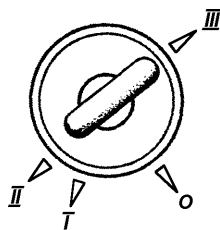

Рис. 3.4. Положение ключа в выключателе зажигания (наименование позиций см. в тексте)
36 -выключатель зажигания (УАЗ-315143, УАЗ-315148 - выключатель пуска двигателя) (рис. 3.4). Выключатель замка зажигания закреплен на рулевой колонке болтами с отрывной головкой для предотвращения демонтажа замка зажигания с противоугонным устройством обычными ключами. На заводе головки болтов не отрываются с целью сохранения возможности снятия замка с рулевой колонки в предпродажный период. Потребитель должен сам принять решение о необходимости отрыва головок болтов.
После включения зажигания (см. рис. 3.4) контрольная лампа I (см. рис. 3.1) включения иммобилайзера загорается на 1,5 секунды в тестовом режиме. Затем, до пуска двигателя сигнализатор индицирует состояние противоугонной системы:
- включите зажигание одним из зарегистрированных ключей, повернув его в положение I (см. рис. 3.4) выключателя зажигания;
- в течение 10 секунд после включения выключите зажигание, повернув ключ в положение 0 (см. рис. 3.4);
-включите зажигание одним из зарегистрированных ключей, повернув его в положение I (см. рис. 3.4) выключателя зажигания;
-в течение 10 секунд после включения выключите зажигание, повернув ключ в положение 0 (см. рис. 3.4);